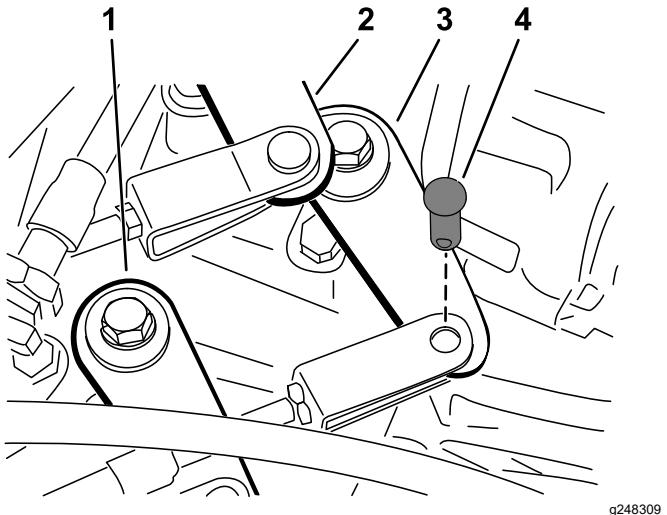

Figura 45
- Retire los pasadores de horquilla que fijan los cables del cambio de marchas a los brazos de cambio del transeje (Figura 45).
- Retire el pasador de horquilla que sujeta el cable de alto-bajo al transeje (Figura 45).